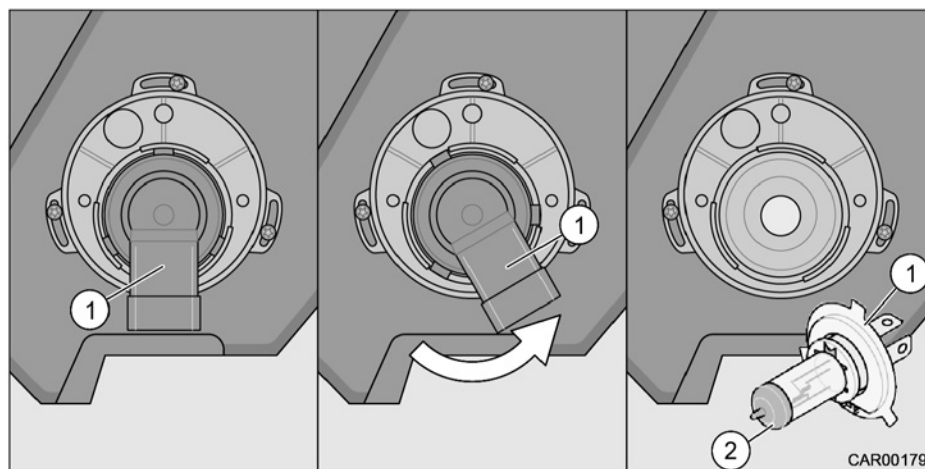

Fig. 209 Remplacement de l'ampoule du feu de route
Si, en remplaçant l'ampoule au niveau de l'éclairage avant (Fig. 209), on travaille avec un outil non approprié ou si le câble est trop sollicité, il y a risque de détérioration.
1. Tourner le culot (Fig. 209/1) dans le sens anti-horaire jusqu'en butée.
2. Retirer prudemment le culot (Fig. 209/1) en veillant à le tenir bien droit.
3. Retirer l'ampoule (Fig. 209/2) du culot et la remplacer.